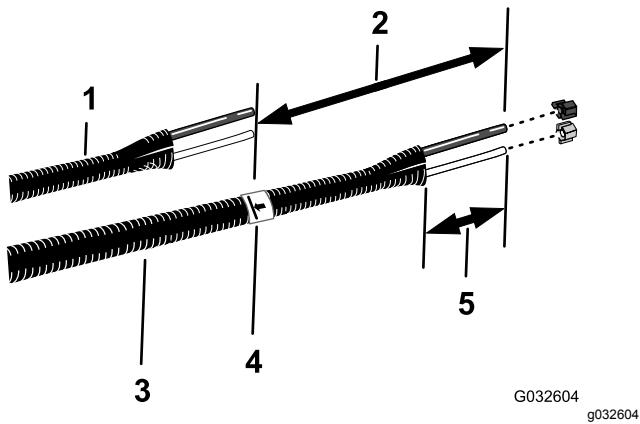

Bild 22
6. Fluchten Sie die alten Flüssigkeits- und Luftschräume (Bild 22) mit den neuen Schläuchen (Toro Bestellnummer 114-9553) aus.
8. Markieren Sie auf den neuen Schläuchen eine Länge von 26 cm von der Markierung, die Sie in Schritt 7 hinzugefügt haben, und schneiden Sie die Schläuche an der zweiten (längeren) Markierung ab (Bild 22).
10. Entfernen Sie 77 mm bis 102 mm des Mantels um jedes Ende der Schläuche (Bild 22).